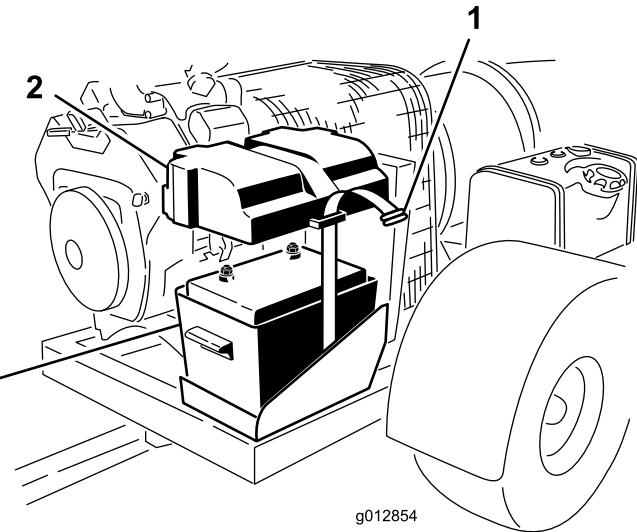

Figura 4
- Retire la correa que sujetla la tapa de la batería a la caja de la batería (Figura 4).